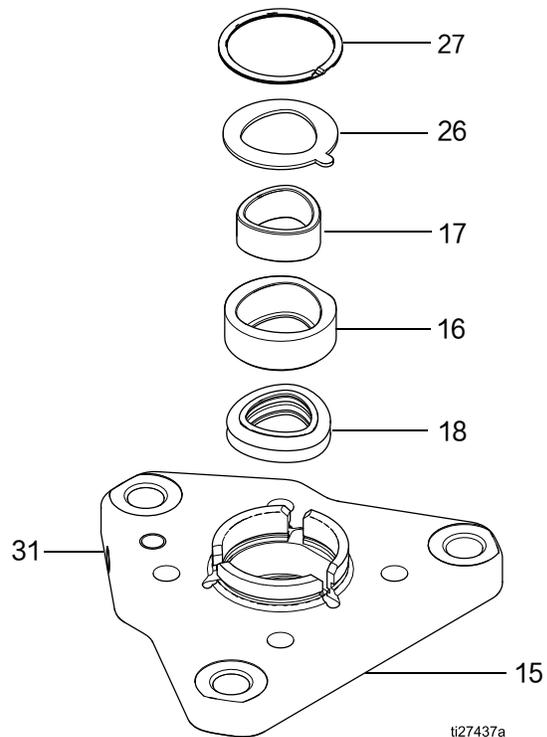
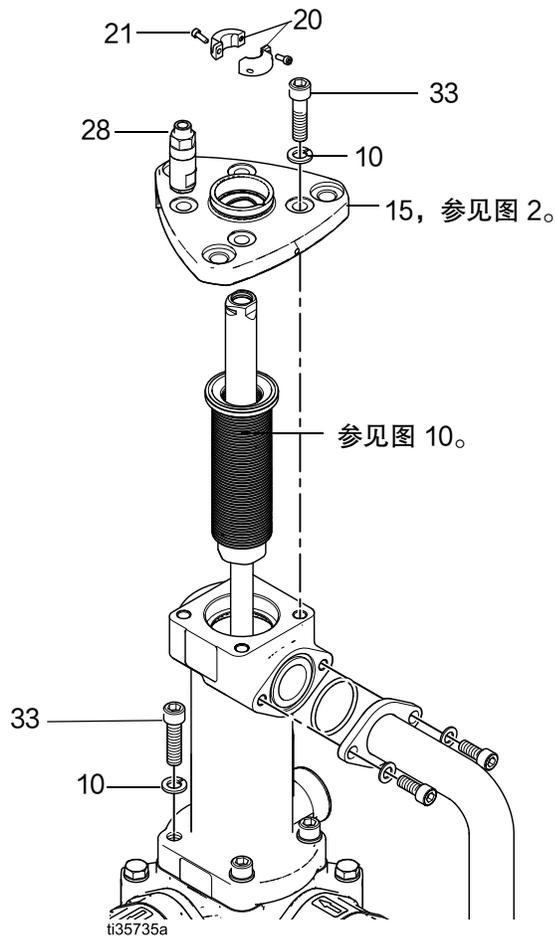

图 2. 顶部安装板组件
图 8. 拆卸或重新组装波纹管部分
1. 卸下螺丝 (21)、然后卸下固定卡圈 (20)。
2. 从顶部安装板 (15) 上卸下四组有头螺丝 (33) 和锁紧垫圈 (10)。
3. 小心升高顶部安装板 (15), 脱离波纹管室 (13)。保持顶部安装板 (15) 水平。
注意: 参见图 2 (第 8 页)。固定环 (27)、固定垫圈 (26)、轴承壳体 (16)、轴承 (17) 和备份密封 (18) 位于顶部安装板上并将随顶部安装板 (29) 滑出。
4. 如果波纹管已经故障, 也从顶部安装板上拆下呼吸阀 (28)。清洁堵塞油漆的流体通道。
参见图 2 (第 8 页)。
- 将顶部安装板组件 (15)，（参见图 2，第 8 页）安装到波纹管组件 (14) 上，将波纹衬套 (22) 与备份密封 (18) 对齐。按照所需的方向，以 90° 为增量旋转，对齐螺栓孔。
2. 用虎钳固定下缸体外壳 (8)。
3. 卸下螺丝 (21)、然后卸下固定卡圈 (20)。
4. 从顶部安装板 (15) 上卸下四组有头螺丝 (33) 和锁紧垫圈 (10)。这允许波纹管组件随着顶部安装板组件旋转。参见图 8（第 12 页）。
5. 小心升高顶部安装板组件 (15)，脱离波纹管室 (13)。拆除时，保持顶部安装板 (15) 水平。
- 注意：**参见图 2（第 8 页）。固定环 (27)、固定垫圈 (26)、轴承壳体 (16)、轴承 (17) 和备份密封 (18) 位于顶部安装板上并将随顶部安装板 (15) 滑出。
6. 小心将固定环 (27)、固定垫圈 (26)、轴承壳体 (16)、轴承 (17) 和备份密封 (18) 从顶部安装板 (15) 拆下。参见图 2（第 8 页）。